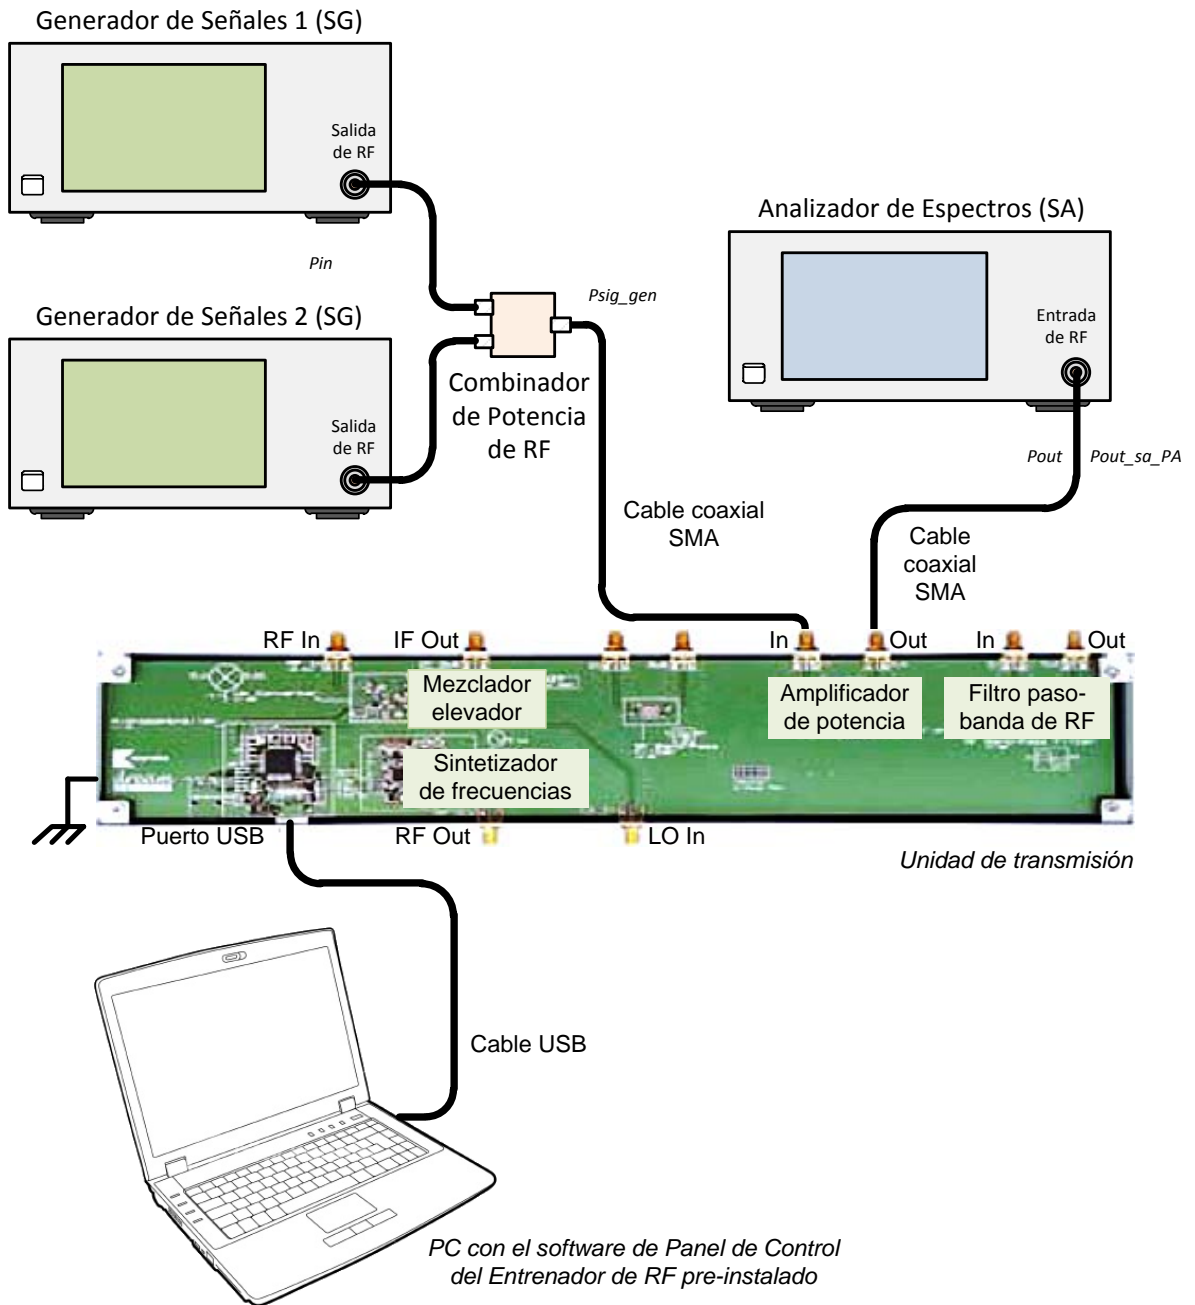

Figura 3 – Configuración para Medir Dos Tonos y Determinar el Punto TOI
Para medir el punto TOI, es necesario realizar un montaje como el de la Figura 3. En medidas como la del punto TOI, donde una señal grande está presente con una señal pequeña, es una buena costumbre ajustar la atenuación a niveles tan altos como sea posible (manteniendo el suelo de ruido suficientemente por debajo de la señal pequeña). Cuando la atenuación es alta, la distorsión debida al SA se reduce y por tanto nos asegura una medida más precisa.
5. Después, haga las conexiones que se muestran en la Figura 3.